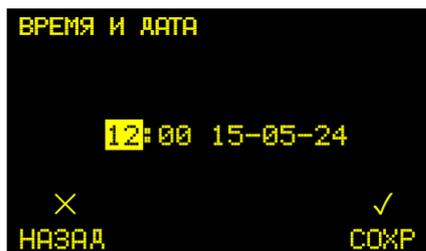

Рисунок 14 – Время и дата
2.4.3.1 В подразделе «ВРЕМЯ И ДАТА» осуществляется настройка текущих времени и даты (см. рисунок 14). Выбор редактируемого разряда